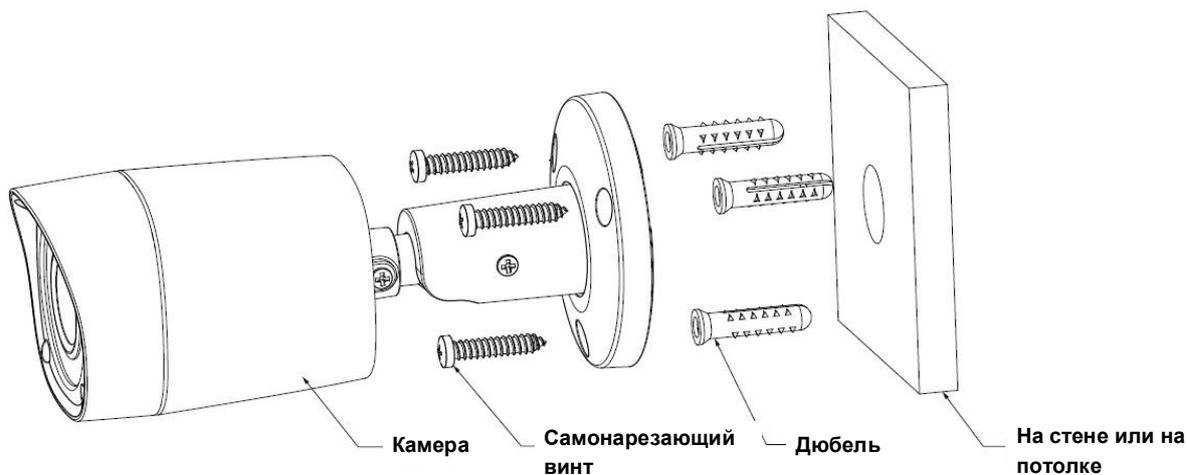

Рисунок 3-5
- При установке на цементную стену необходимо сначала использовать дюбель. Важно следить, чтобы монтажные отверстия для дюбеля совпадали с отверстиями кронштейна. После этого можно произвести установку кронштейна. См. Рисунок 3-5.